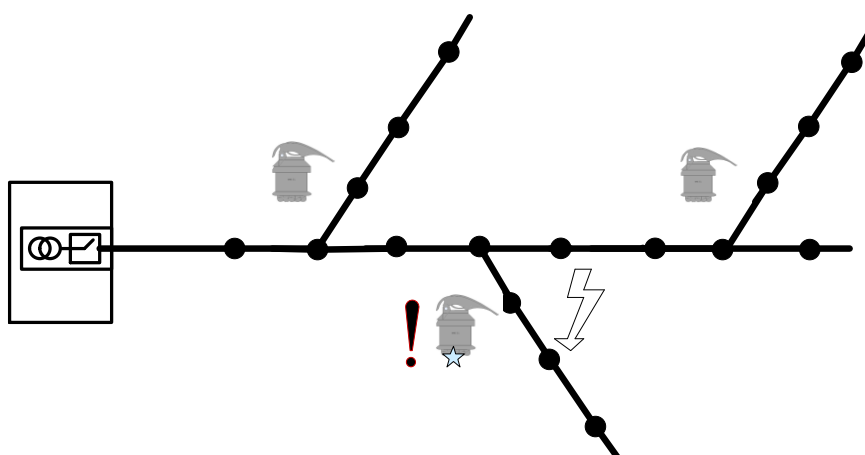

Рисунок 13 – Установка комплектов на линии с коротким стволом
- на линии с коротким стволом и длинными ответвлениями комплекты устанавливаются на ответвлениях вблизи мест разветвления, на ближайших к месту разветвления промежуточных опорах (Рисунок 13);